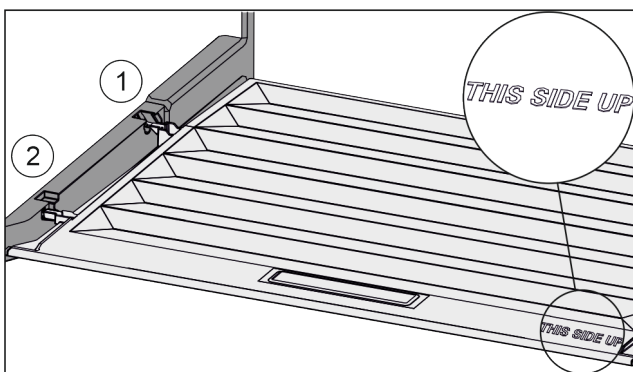

Fig. 62
- ▶ Introduzca los nervios de la tapa por la abertura del soporte trasero Fig. 62 (1) y encájelos por delante en el soporte Fig. 62 (2).